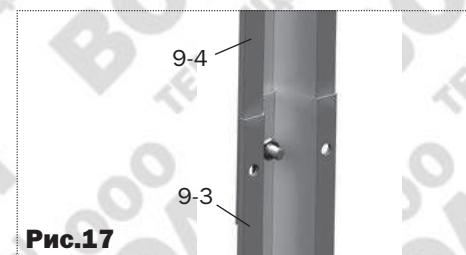
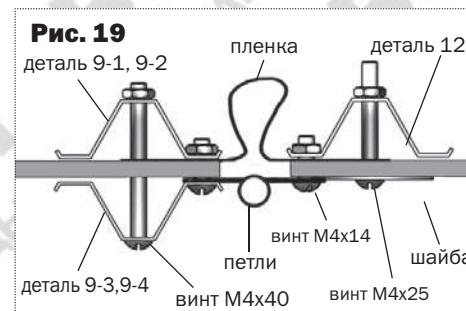
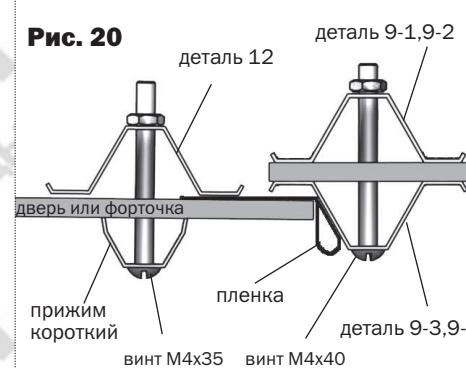
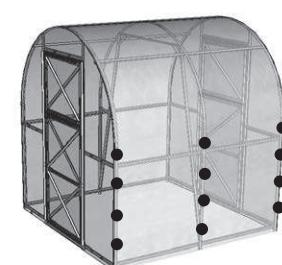

Рис.17
Рис. 19
Рис. 20
Рис. 22
3. Установите боковые куски покрытия торца в соответствии с **рис.16**. Придерживая кусок покрытия, закрепите его винтами с шайбами по деталям **8 (рис.22)**. Отверстия для винтов выполняются сверлом диаметром 4 мм изнутри теплицы через готовые отверстия в деталях каркаса.
4. Состыкуйте детали **9-3** и **9-4** (рис.17) и установите их в соответствии с рис.19. Прижмите куски поликарбоната по краям со стороны двери и форточки накладками **9-3**, **9-4** (рис.19), оставляя отверстия под вертушки. Вырежьте куски покрытия для установки над дверными проемами и под дверными проемами, установите их, закрепив шайбами (рис.22) на детали **10**.
6. Закрепите куски покрытия на форточки и двери по стороне навеса петель шайбами (рис.19), а про другим сторонам - прижимами (рис.20), предварительно закрыв сотовы (оклеив их скотчем). По сторонам, противоположным петлям покрытие должно выступать за каркас на 15 мм (рис.20). Петли накладываются поверх поликарбоната и при затягивании винтов поликарбонат под петлями сминается.
7. Щели в дверном проеме закрываются полиэтиленовой пленкой (рис.19, 20).
9. Покрытие, закрепляется винтами с шайбами в соответствии с рис. 22.